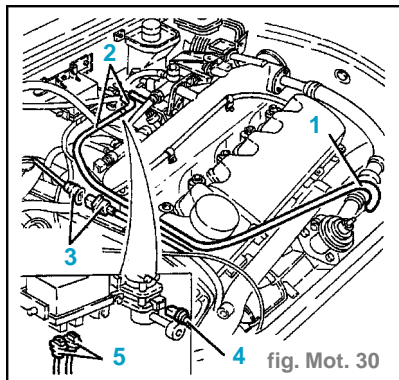

fig. Mot. 30
- Déconnecter les raccords électriques (4) des bougies de préchauffage du combustible.
- Déconnecter les raccords électriques (5) des électro-injecteurs, puis déplacer latéralement le câblage électrique.
- Déconnecter le tuyau de prise de dépression (1) de la soupape EGR. (fig. Mot. 30)
- Déconnecter le tuyau (2) de prise de dépression de la soupape électrique EGR et le déposer.